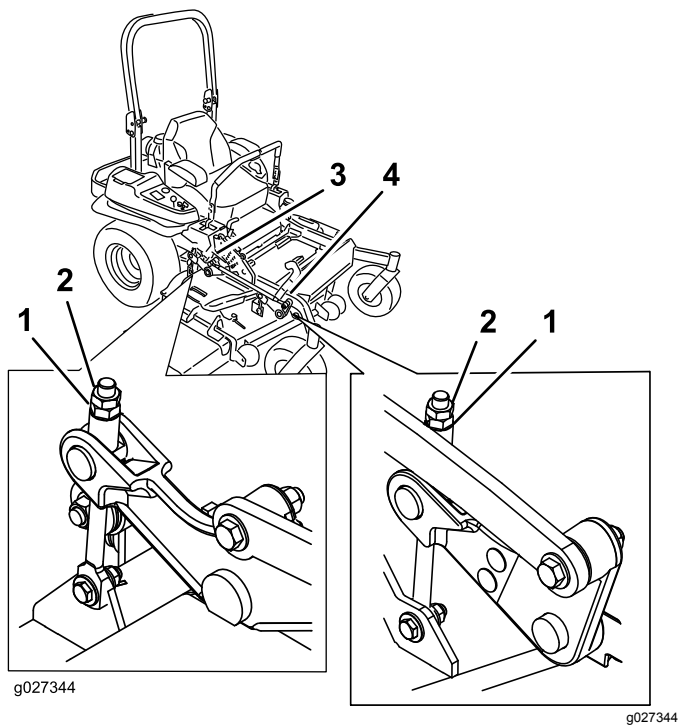

Figura 108
10. Afine a porca de ajuste no conjunto de elevação da plataforma rodando-a (Figura 108).
16. Regule o ajuste girando para a altura de 8,3 cm (Figura 108).